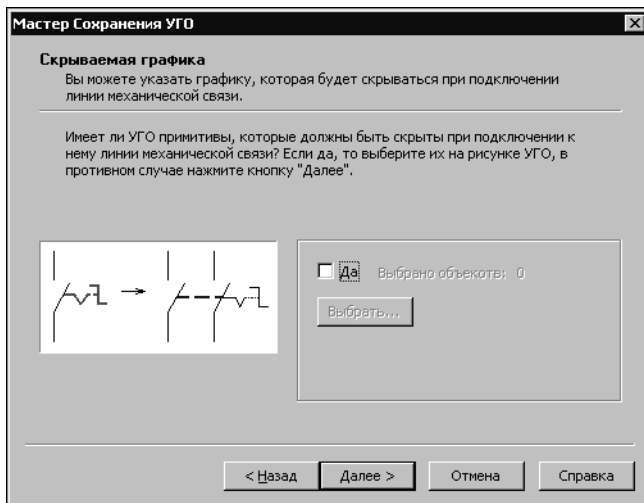

Рис. 3.4. Выбор скрываемой графики
3. Если точек подключения линий механической связи нет, нажмите кнопку **Далее**. Если такие точки есть, введите их количество и укажите курсором их расположение на графике УГО. Если при указании точек вы ошиблись, нажмите кнопку **Удалить** и укажите положение точек заново. После указания всех точек нажмите кнопку **Далее**. На экране откроется следующее окно (рис. 3.4).